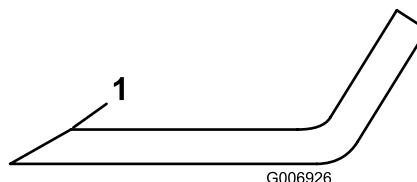

図 16
3. 全部のブレードの切っ先を丁寧に点検する。切っ先が鈍くなっていたり欠けていたりした場合には研磨する。研磨は刃先の上面だけに行い、刃の元々の角度を変えないように十分注意する図16。ブレードの左右を均等に削れば、バランスを狂わすことなく研磨を行うことができる。